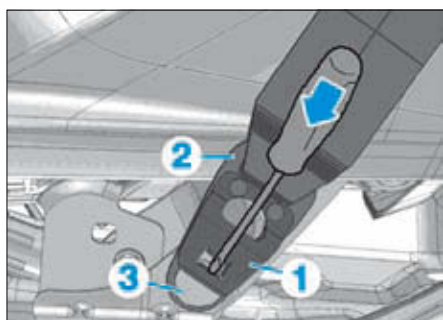

FIG. 21
- Déverrouiller l'ergot d'arrêt du ressort (1) en introduisant un petit tournevis dans l'ouverture du ressort (Fig.21).
- Faire glisser la boucle de ceinture (2) vers le bas et la décrocher du pivot (3).